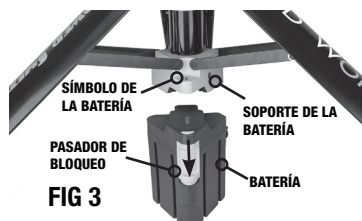

FIG 3
## INSTALACIÓN Y EXTRACCIÓN DE LA BATERÍA (FIG 3)
**Para retirar la batería de la lámpara:** deslice hacia abajo el pasador de bloqueo de la batería y luego retire la batería como se muestra en la FIG. 3.
**Para instalar la batería:** desde el lado con el "símbolo de la batería", deslice la batería en el soporte de la batería hasta que encaje en su lugar con un clic, como se muestra en la FIG. 3. Tire suavemente de la batería para asegurarse de que está bloqueado en su lugar y no se caerá accidentalmente.